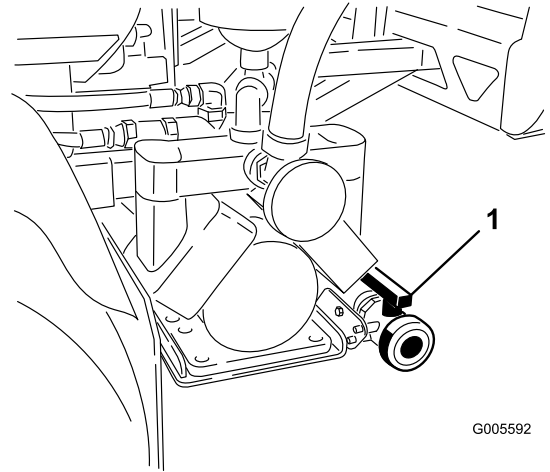

Bild 19
2. Ermitteln Sie das Ablassventil des Tanks hinten an der Maschine (Bild 19). Das Ventil befindet sich